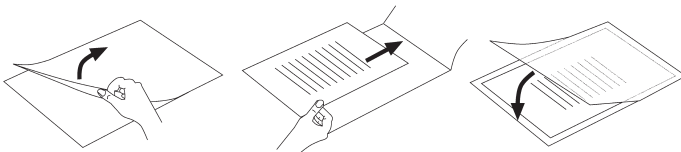

Abb. 2
- ▶ Beachten Sie, dass Sie lediglich eine Folie zum Laminieren verwenden. Klappen Sie diese vorher auf, wie in Abb. 2 dargestellt.
- ▶ Beachten Sie, dass Sie lediglich eine Folie zum Laminieren verwenden. Klappen Sie diese vorher auf, wie in Abb. 2 dargestellt (siehe S. 78).